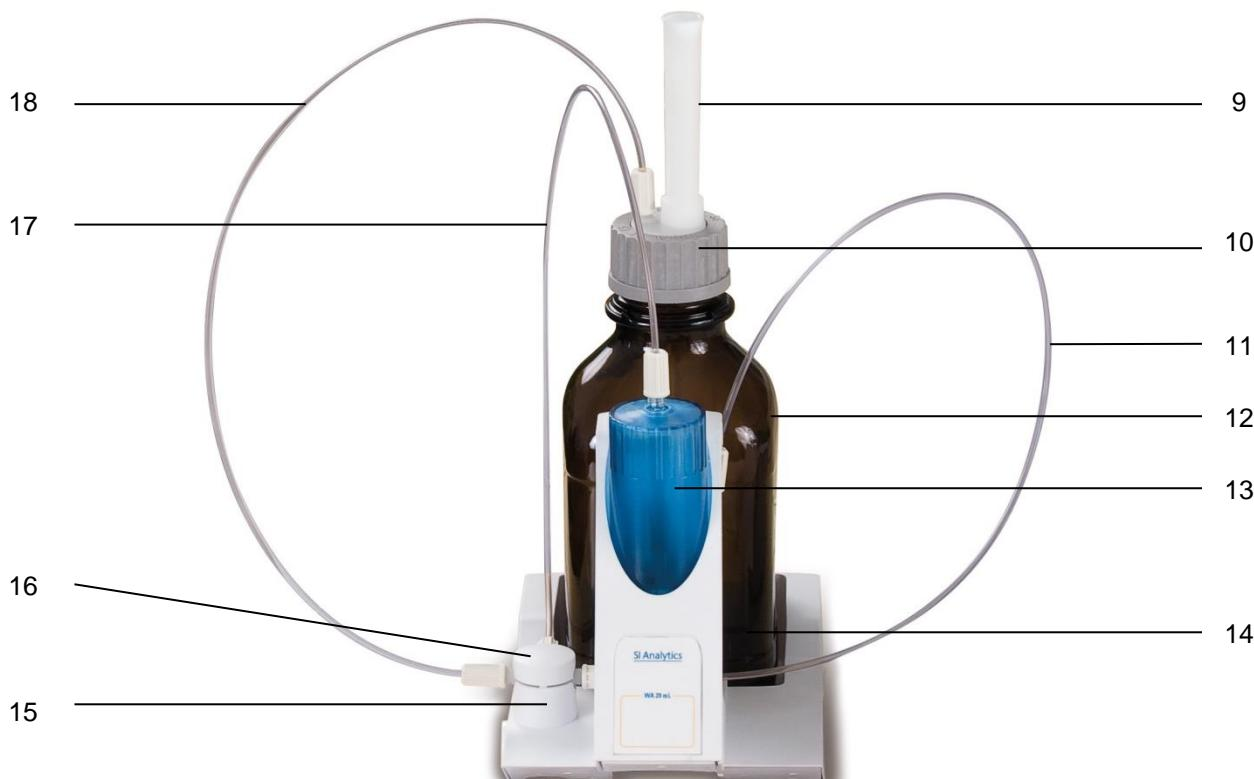

Abb. 15
Abb. 15 zeigt eine komplett zusammengebaute Wechselseinheit.
2. Den Ventildeckel auf das Ventil wie abgebildet (Abb. 15) aufstecken.